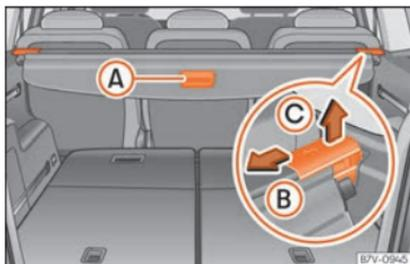

Fig. 168 Na bagageira: chapeleira da bagageira.
- Empurre a pega da chapeleira » » » Fig. 168 A um pouco para trás.
- Desbloqueie a chapeleira na direção da seta » » » Fig. 168 B.
- Pressione a chapeleira no sentido indicado pela seta »» Fig. 168 (B).
- Desbloqueie a chapeleira no sentido da seta »» Fig. 168 (B) e levante-a no sentido da seta (C).